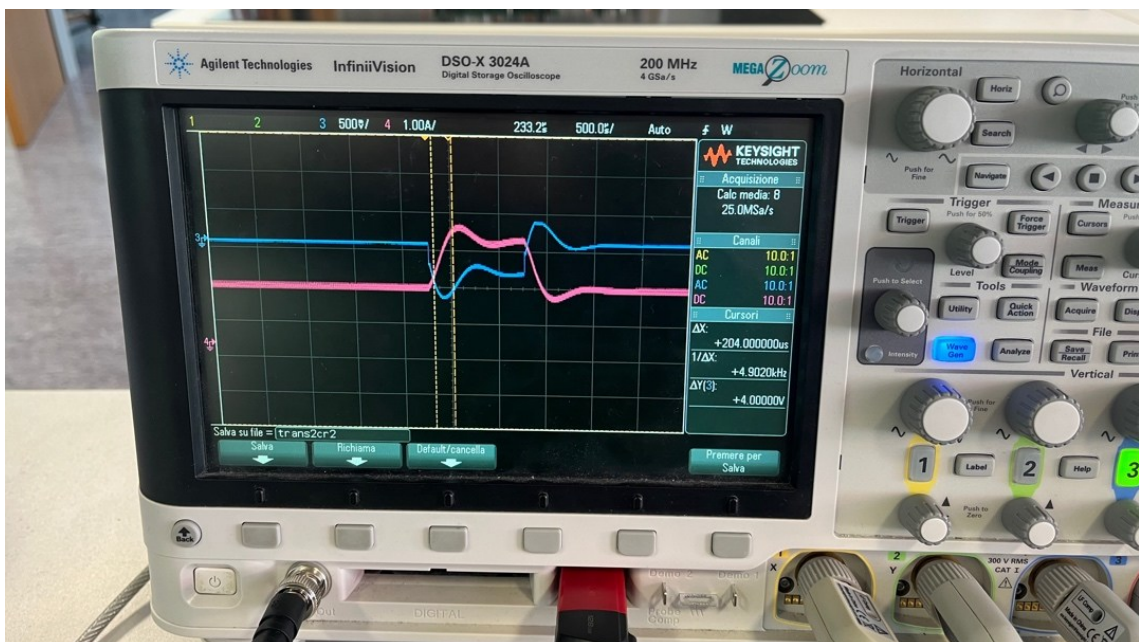

Figura 3.8: Andamento tensione e corrente col carico elettronico ancora collegato.
**ATTENZIONE:** Se in fase di test si dovesse ottenere quanto illustrato in figura 3.8 significa che il carico elettronico non è stato rimosso: è importante scollegare il carico elettronico in quanto la rete interna modifica la risposta all'impulso del convertitore.